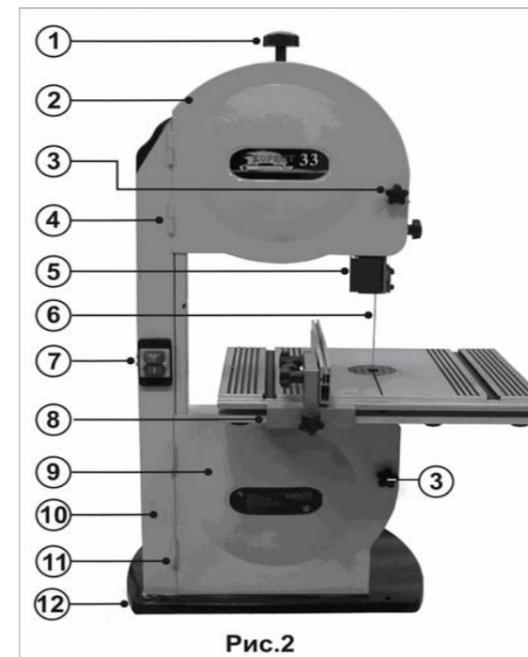
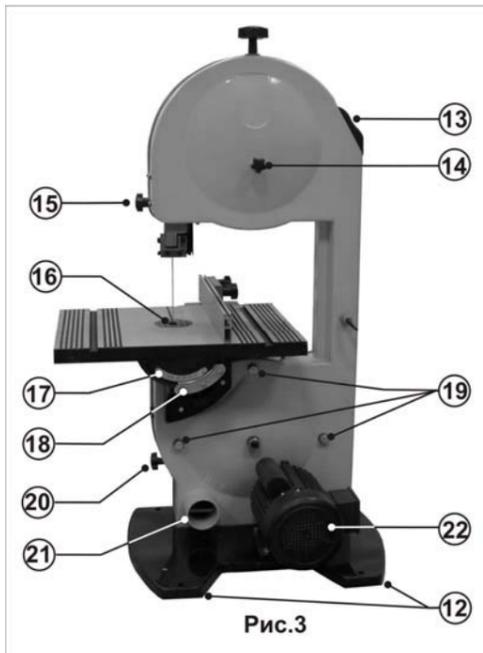
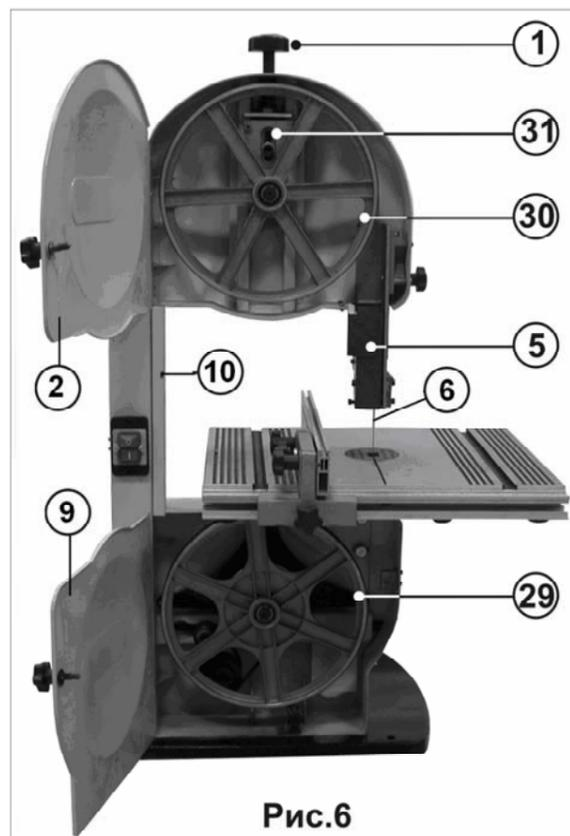

Рис.2
Рис.3
Рис.6
- Переносите пилу вдвоем или при помощи подъемных механизмов и приспособлений, учитывая массу пилы (см. Табл.1) и только за основание 12 (Рис.2).
10. СБОРКА (Рис.2,Рис.3)
- Удаляйте опилки и пыль во внутренней части пилы со всех элементов конструкции и с колес (29) и (30).
- Очищайте смолу, накапливающуюся на рабочем столе (16), Рис.3, направляющей (5), Рис.2, и подшипниках (33,34), Рис.7, Рис.8. (Не используйте растворители).
- С помощью жесткой щетки удаляйте смолу и опилки с колес (29) и (30), Рис.6. Не применяйте растворители.
| 5. Пильную ленту часто «клинит» | 1. Ослабло натяжение приводного ремня 2. Загрязнены колеса (29) и (30), Рис.6 3. Пильная лента затупилась 4. Не закреплен подвижный упор или рабочий стол | 1. Отрегулировать натяжение приводного ремня (п. 11.3) 2. Очистить колеса привода 3. Заменить пильную ленту 4. Проверить фиксацию упора и рабочего стола |
12.3. Рабочие операции общего назначения (Рис.2,Рис.3).
12.3.7. При определенной тенденции «ухода» пильной ленты (6) в сторону, необходимо обратить внимание на ее заточку и развод зубьев. Целесообразно проконтролировать позиции подшипников (33) и подшипника (34), Рис.7, Рис.8, стабилизирующих траекторию движения пильной ленты (6) в рабочей зоне, проконтролировать устойчивость посадки пильной ленты (6) на ведущем и направляющем колесах (29) и (30), Рис.6.
12.4.2. Для уменьшения прилипания алюминиевых стружек к пильной ленте (6), Рис.2, при работе с профилем применяйте смазку (при отключенной от электросети пиле). Проворачивая вручную колесо привода (29), Рис.6, натрите пильную ленту (6), Рис.2, воском.
13.1.1. За ручки (3) откройте замки верхнего и нижнего защитного кожуха (2) и (9), Рис 2, откройте их, освободив доступ к колесам (29) и (30), Рис.6.
13.1.3. Опустите ручкой (1) ползун (31) с закрепленным на нем верхним колесом (30), Рис.6.
13.1.4. Аккуратно возьмите кольцо пильной ленты (6) зубьями «на себя» (необходимо это делать в перчатках), введите пильную ленту (6) в прорезь несущей колонны (10), накиньте пильную ленту (6) на верхнее направляющее колесо (30), Рис.6, пропустите её между стабилизирующими подшипниками (33) и (34) и ограничителями (32),
13.1.5. Рукояткой (1) поднимите верхнее колесо (30), обеспечивая легкое натяжение пильной ленты (6), Рис.6.
13.3. Уход за поверхностью колес (Рис.6).
10.4. Установите линейку (5), Рис.1, на рабочий стол (16), Рис.2 и затяните четыре фиксирующих винта.
11.1. Стабилизация ленты на ведущих колесах, натяжение пильной ленты (Рис.3, Рис.6)
11.2. Позиционирование пильной ленты (Рис.6, Рис.7, Рис.8)
Привод пильной ленты (6), Рис.2, осуществляет электродвигатель (22), Рис.3, через двухступенчатый шкив редуктора и ременную передачу на нижнее колесо (29), Рис.6.
11.3.1. Отключите пилу от источника электрического тока. Откройте нижний защитный кожух (9), Рис.2; за спицами приводного колеса (29), Рис.6, должен быть виден ремень. Его натяжение, состояние «ручейков» рабочей поверхности необходимо контролировать.
- снимите фиксирующую шайбу с оси приводного колеса (29), Рис.6;
- Снимите колесо (29), Рис.6. (Если состояние ремня удовлетворительное, Вам требуется просто увеличить его натяжение, вращая винт (20), Рис.3, по часовой стрелке).
11.3.5. Зафиксируйте колесо (29), Рис.6, на оси стопорной шайбой.
Проверните колеса привода (29) (30), Рис.6, вручную, обращая внимание на стабильность и посадку пильной ленты (6) на колесах (29) (30). Закройте защитные кожухи (2) и (9), включите пилу на 2 минуты без нагрузки. После остановки пильной ленты (6) вновь проверьте ее положение на колесах (29) (30), Рис.6.
11.4.2. Каждое из этих колес имеет возможность некоторой регулировки плоскости вращения. Плоскость вращения нижнего ведущего колеса (29), Рис.6, задается винтами (19), Рис. 3. Верхнее направляющее колесо (30) крепится на коленчатом ползуне (31) с возможностью перемещения по высоте (для регулировки натяжения пильной ленты (6)) за счет резьбовой тяги через ручку (1), Рис.6; плоскость его вращения регулируется винтом (14), Рис.3.
11.4.3. Для обеспечения жесткости движения пильной ленты (6) в рабочей зоне при пилении, для предотвращения ее закручивания и смещения имеются дополнительные элементы стабилизации: верхняя подвижная направляющая (5) с подшипниками (33), на которые опирается пильная лента (6) и нижний стабилизирующий узел с подшипником (34) и двумя ограничителями (32), Рис.6, Рис.7, Рис.8. Все подшипники посажены на регулируемые эксцентриковые оси.
12.2. Применение пылесборника (Рис.2, Рис.3, Рис.6). При существенных объемах работы применение пылесоса обязательно. Отсутствие принудительного отбора опилок и пыли из нижнего защитного кожуха (9) будет отрицательно сказываться на работе пилы. Внутренний объем нижнего защитного кожуха (9) необходимо периодически очищать, следить за состоянием щетки очистки нижнего колеса (29), регулируя ее положение по мере истирания ворса. Пылесос необходимо подключать к патрубку (21).